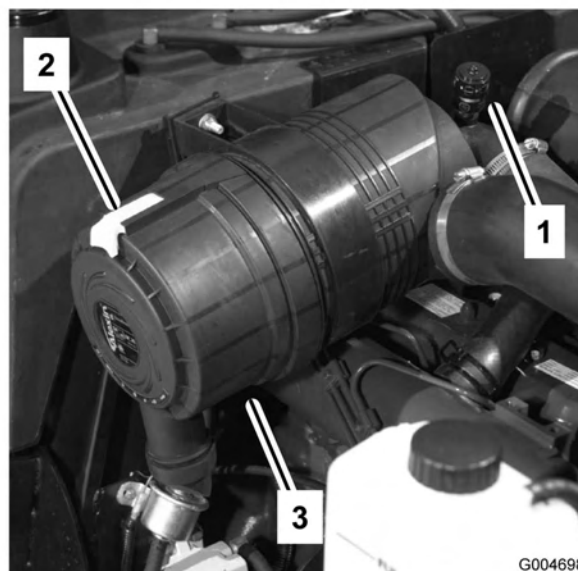

Figura 45
Revisionate l'elemento filtrante dell'aria soltanto quando la spia è rossa, (Figura 45) oppure ogni 400 ore (più spesso in ambienti molto polverosi o inquinati). Non revisionate troppo il filtro dell'aria.
1. Tirate il fermo verso l'esterno e ruotate il coperchio del filtro in senso antiorario. Staccate il coperchio dal corpo (Figura 45). Pulite la parte interna del coperchio.
6. Se la spia (Figura 45) è rossa, resettatela.